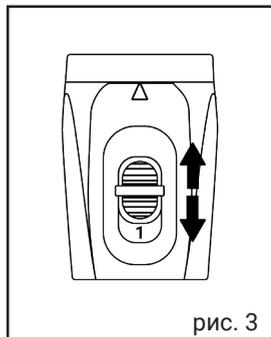

рис. 3
**Внимание!** Чтобы исключить возможность поломки редуктора, при переключении скоростей следите, чтобы переключатель оставался в одном из двух положений, не оставляйте переключатель скоростей (рис. 3) в промежуточном положении.